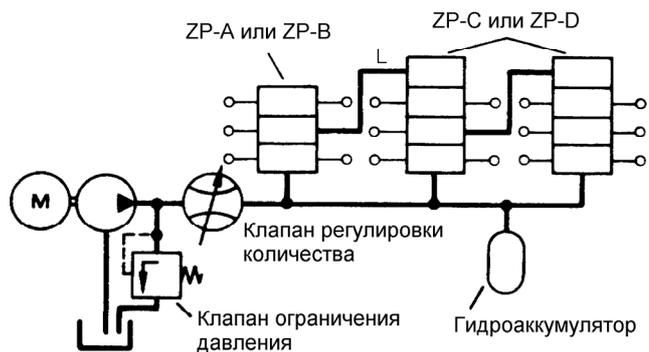

Рисунок 12
5. с параллельно подключенными прогрессивными распределителями и двусторонним, зависящим от объема управлением (рисунок 12).